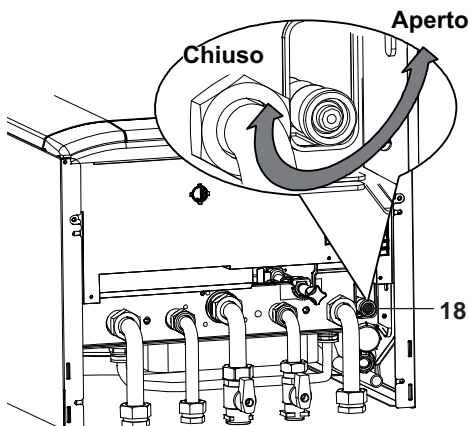

Fig. 9.4
- Allentare il rubinetto di svuotamento caldaia 18 indicato in Fig. 9.4.